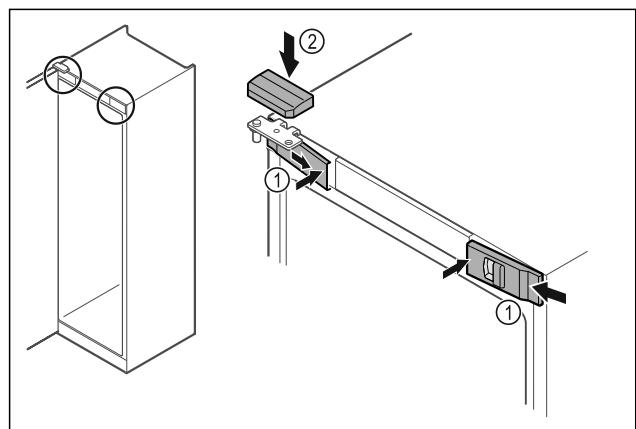

Fig. 55
► Įkabinkite priekines dengiamasias plokštėles Fig. 55 (1) šone ir užfiksukite vidinėje pusėje.
► Užfiksukite viršutinę dengiamąją plokštę Fig. 55 (2) iš viršaus.